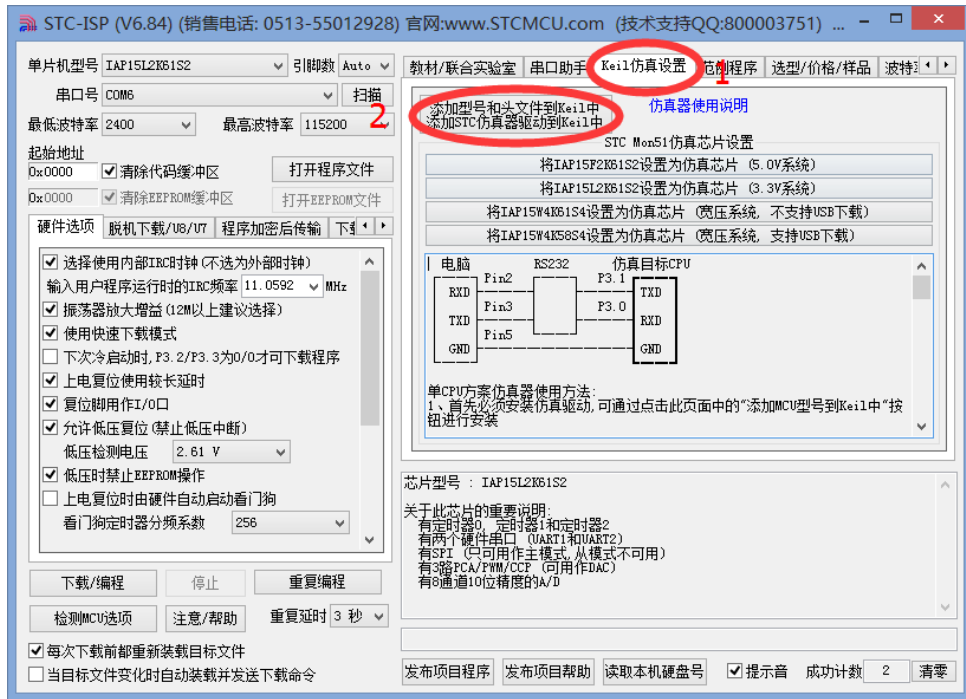
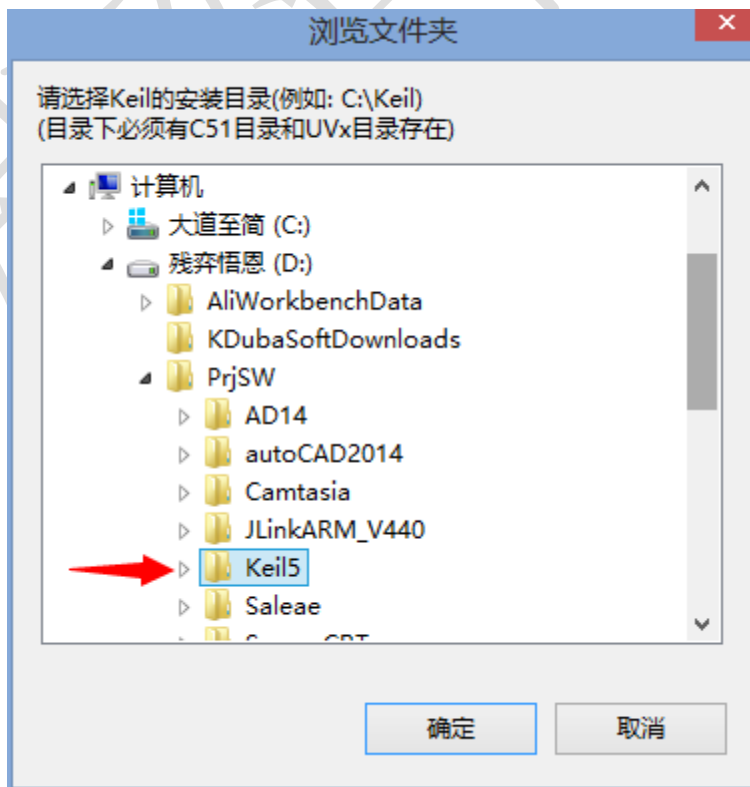
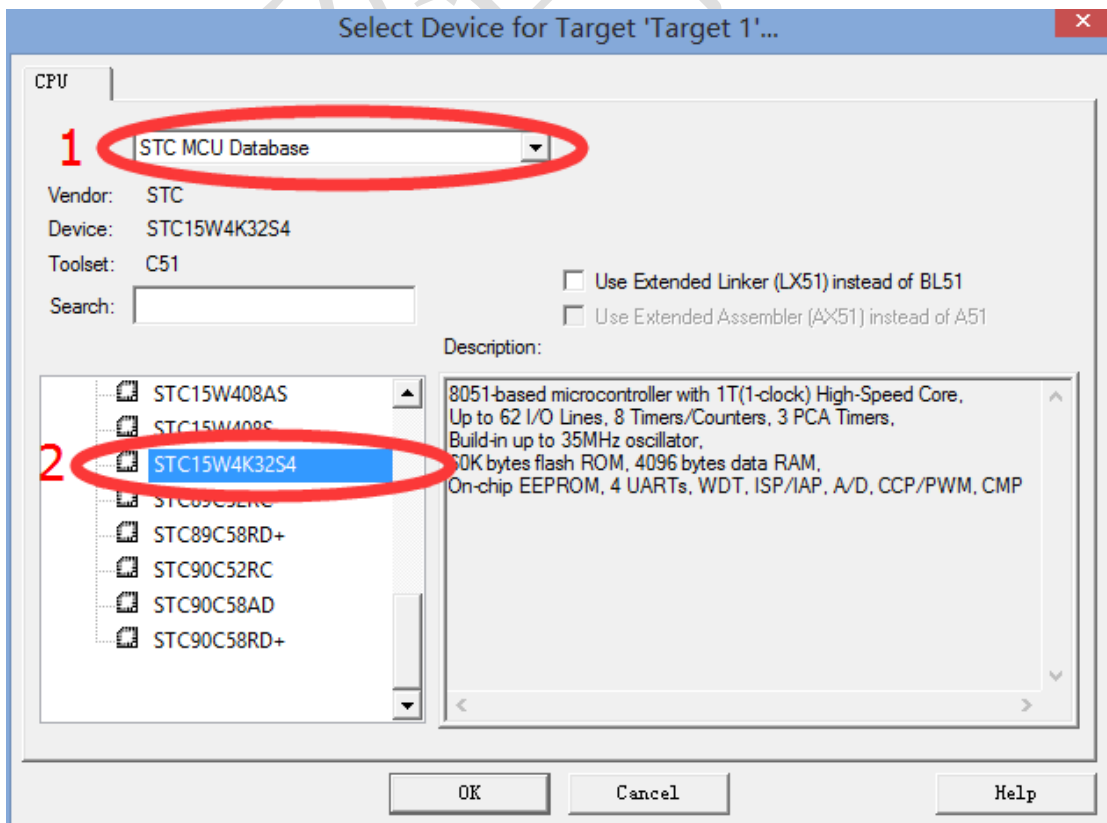

图 2-3 添加 STC 库到 Keil5 中选择对话框
图 2-4 Keil5 路径选择对话框
图 2-7 选择 STC15W4K32S4
打开 STC-ISP 软件，选择“Keil 仿真设置”选项卡，如图 2-3 的“1”所示，接着单击“2”所示的按钮，此时会弹出如图 2-4 所示的 Keil5 安装路径文件夹选择对话框，此时我们只需定位到安装目录（图中为笔者的安装目录，读者的自行设置）即可。
(3) 此时弹出如图 2-4 所示的对话框,要求用户选择单片机型号。FSST15 开发板搭载的是 IAP15W4K58S4,由于前面我们已经添加了 STC MCU 的库,因此这里先如图 2-7 小“1”选择“STC MCU Database”,之后选择如图 2-7 小“2”所示,选择“STC15W4K32S4”,这里读者需要注意的, IAP15W4K58S4 隶属于 STC15W4K32S4 系列,因此直接选择 STC15W4K32S4 即可,之后单击“OK”按钮。